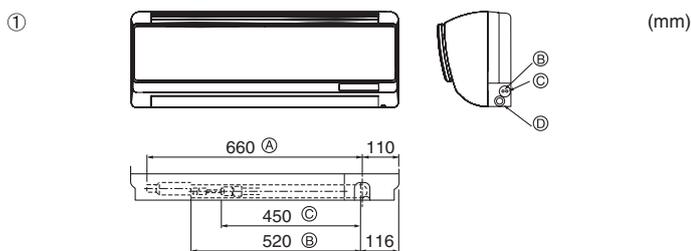

Fig. 4-2
① Θέση των σωληνώσεων ψυκτικού και αποχέτευσης (Fig. 4-2)
- (A) (Συνολικό μήκος ελαστικού σωλήνα)
- (B) Σωλήνας υγρού
- (C) Σωλήνας αερίου
- (D) Σωλήνας αποχέτευσης